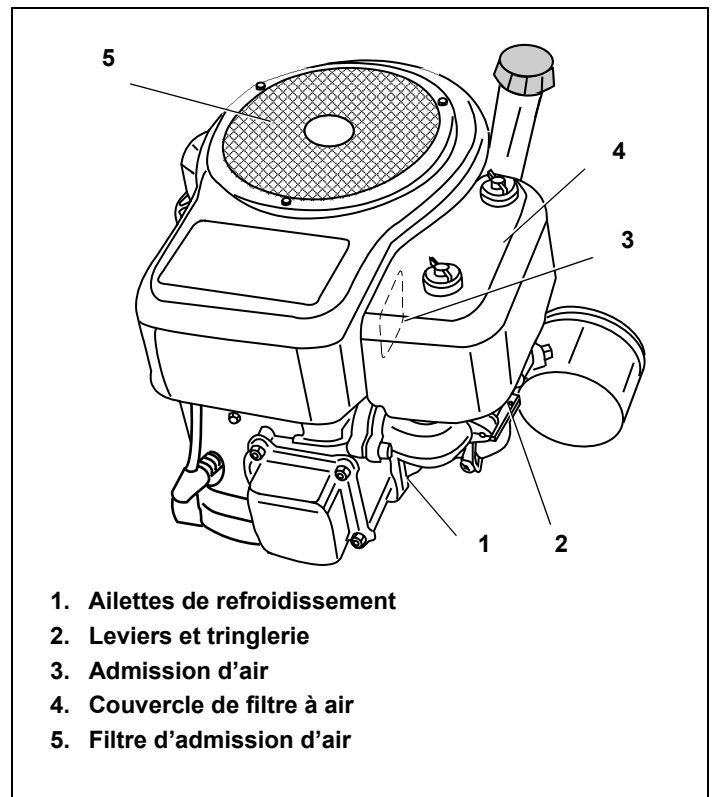

Figure 21. Emplacement des débris
En retirant les débris, vous assurez un refroidissement adéquat, un bon régime moteur et vous réduisez les risques d'incendie. Voir la Figure 21.
Avant de retirer le couvercle de filtre à air, reportez-vous aux consignes de la section « III. Pose/dépose du filtre » à la page 12. Lors de la dépose du couvercle du filtre, faites particulièrement attention afin d'éviter tout dommage. Voir la Figure 21.
2. Retirez le couvercle de filtre à air et les filtres. Voir la Figure 21.